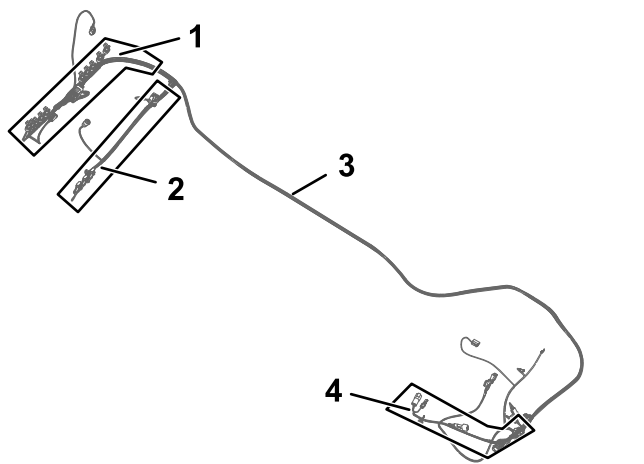
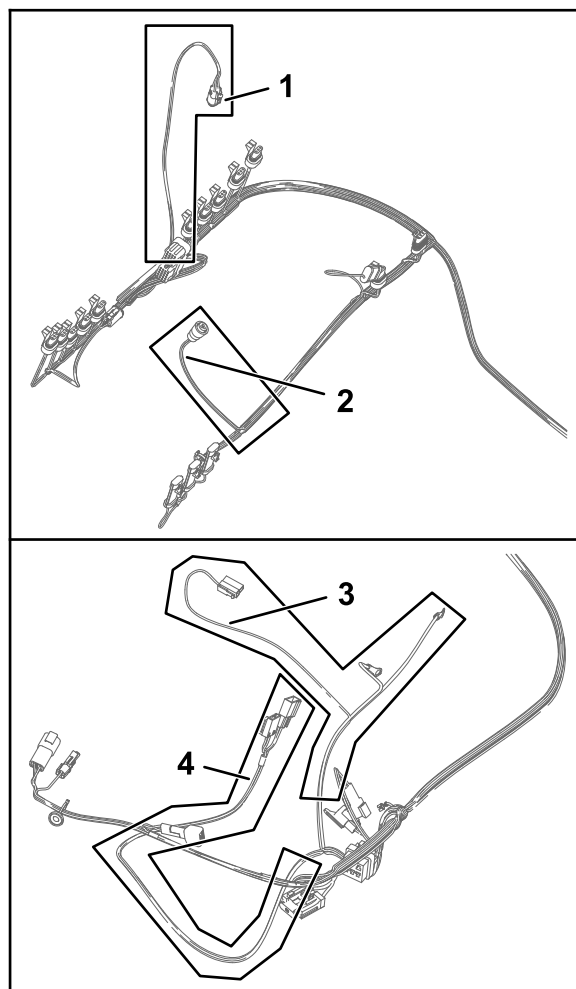

Figura 76
Figura 77
1. Localice el rama de 84 cm del arnés de cables, la rama de 60 cm del arnés de cables y la rama de 66 cm del arnés de cables del arnés de cables del kit (Figura 76 y Figura 77).